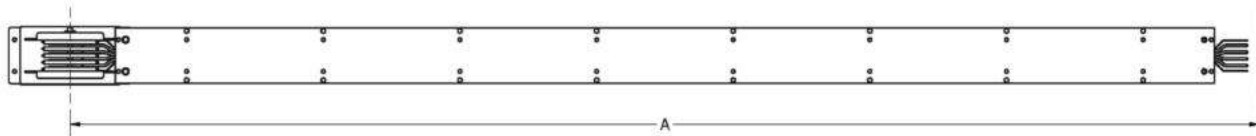

Figura 2
- Longitud estándar es de 3000mm; longitudes especiales desde 400mm hasta 3000mm, en incrementos de 10mm. (vease en figura 2)
- Figura 2, lado A indica la medida del electroducto para cualquier longitud.